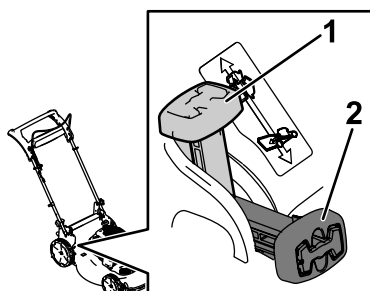

Figura 16
- **Para ensacar los recortes de hierba y hojas,** presione el botón de la palanca de ensacado a demanda y mueva la palanca hacia delante hasta que salte el botón de la palanca (Figura 16).